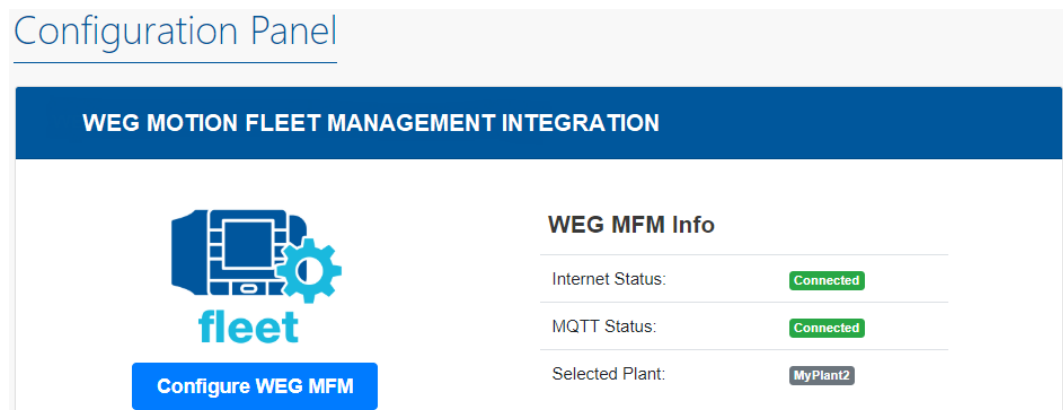

Figura 7.22: WEGscan 1000 vinculado ao MFM
Passo 17 O WEGscan 1000 já está devidamente configurado no MFM (Figura 7.22).
Aguarde a reinicialização do WEGscan 1000 , que estará pronto para ser operado (Figura 7.22).